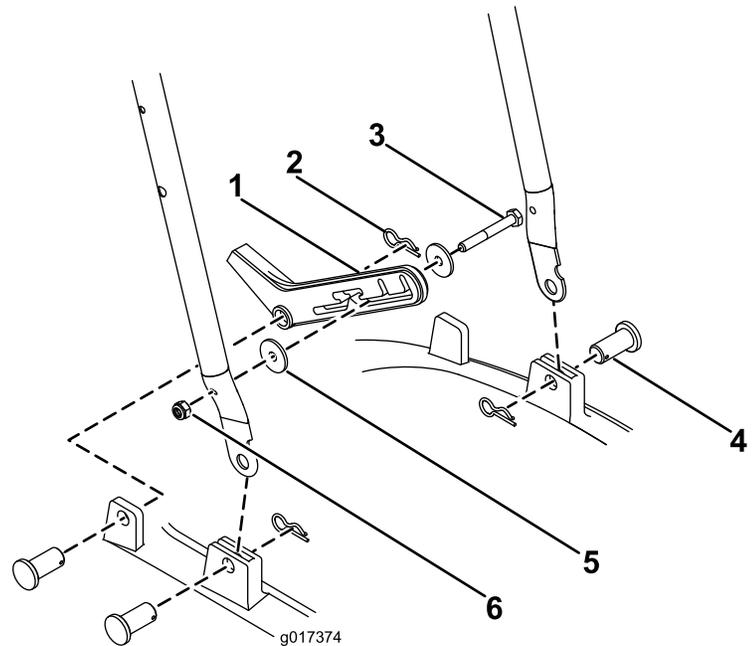

Bild 3
1. Schieben Sie den unteren Bügel in den Rahmen (Bild 3).
2. Befestigen Sie jede Seite mit einem Haltering und einem Splint (Bild 3).
3. Befestigen Sie den Fußanschlag mit einer M6-Mutter, einer M6-Schraube und zwei Scheiben (Bild 3).
4. Befestigen Sie den Fußanschlag mit einem Haltering und einem Splint am Rahmen (**Bild 3**).